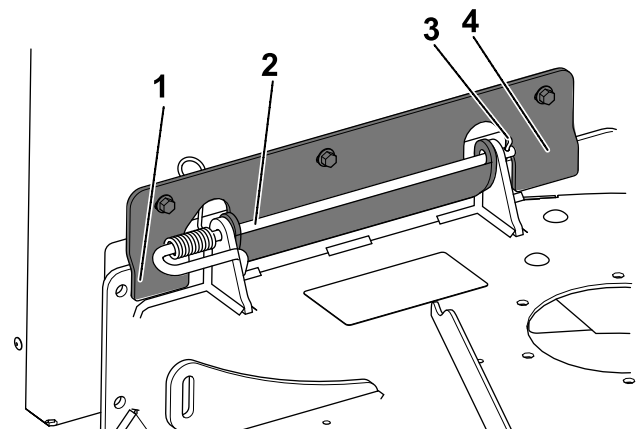

Figure 12
1. Placez les pattes avant et arrière du support du système de ramassage sur la machine, comme montré à la Figure 12.
4. Montez la tige déposée précédemment et la goupille fendue correspondante ; voir Figure 12.